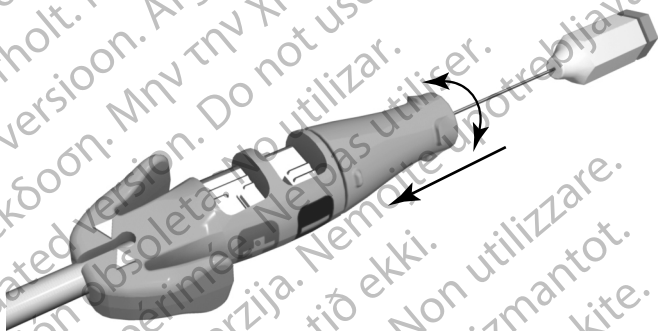

Figure 4. Outil de connexion avec manche de fixation enclenché
1. Saisir l'outil de connexion et la douille de la broche. Pour enclencher le manche de fixation sur la broche terminale, pousser le manche de fixation vers le corps de l'outil de connexion de façon à combler l'écart. Faire tourner le manche de fixation dans le sens des aiguilles d'une montre pour déployer la vis ou dans le sens contraire pour la rétracter. Observer l'extension et la rétraction de la vis (Figure 4 Outil de connexion avec manche de fixation enclenché en page 20).